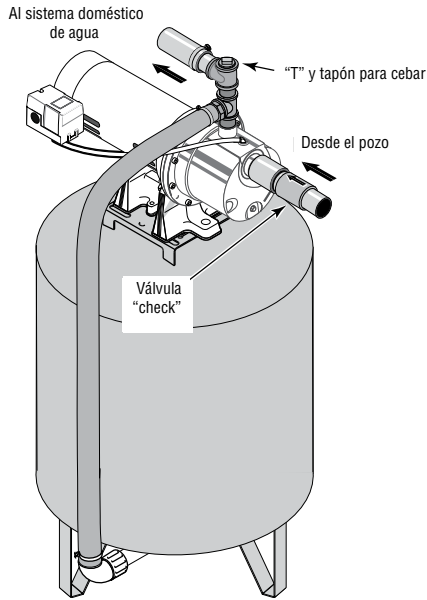

Figura 4: Conexiones del tanque pre-cargado
Conexión para tanque pre-cargado (Figura 4)
1. Instale dos "T"s en el puerto de descarga de la bomba (Vea la figura 4). El tamaño de la bomba debe de ser por lo menos tan grande como el puerto de descarga.